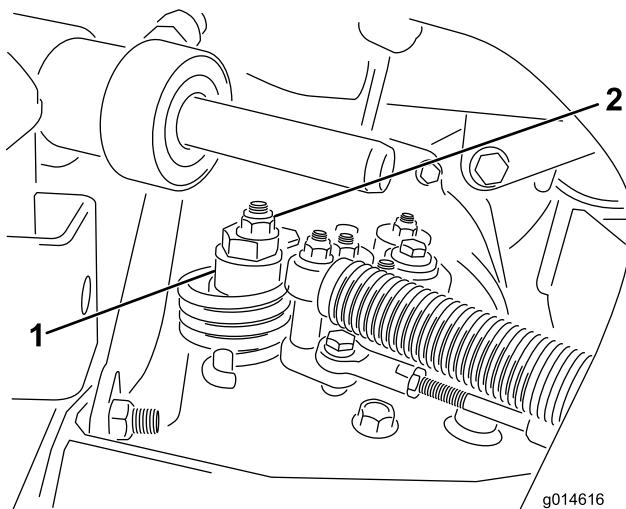

図 48
- 偏芯ナットをハイドロスタッフ上部に止めているナットをゆるめる図48。
- どちらにも車輪が回らないように偏芯ナットを回して調整する。調整ができたら固定ナットを締める図48。スロットルSLOWおよびFAST位置で調整が正しいことを確認する。